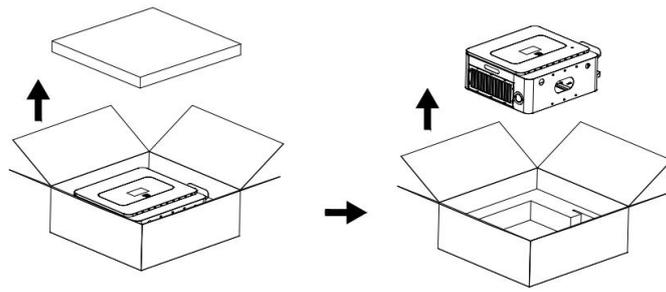

图 7：充电桩拆箱图
- 将盖子拿出来后就能看到设备，检查设备无损坏后将设备取出。（如图 7）